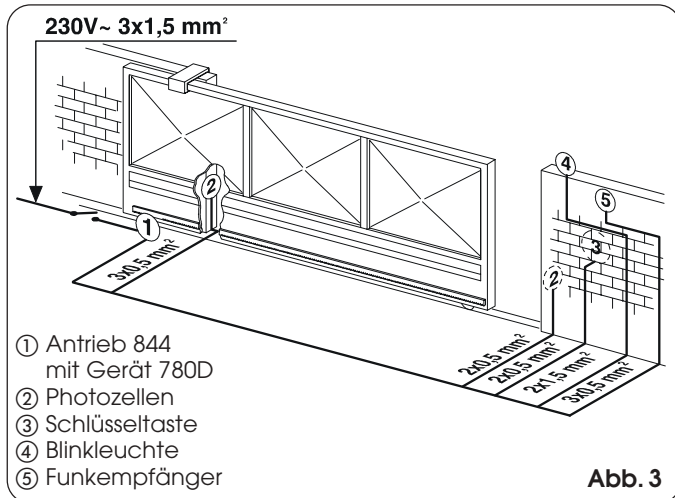

Abb. 3
- 4) Die Stromkabel für den Anschluß an das Zubehör und an die Stromversorgung gemäß Abb. 3 vorbereiten.